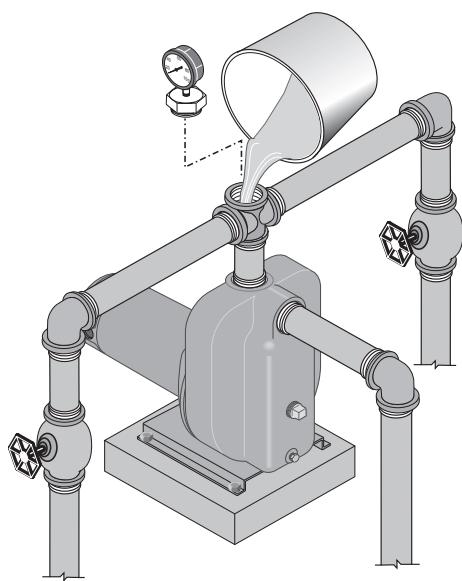

FIGURA 9 - QUITE EL TAPÓN DE CEBADO Y LLENE LA BOMBA ANTES DE COMENZAR
2. Quite el tapón de cebado. Llene la bomba y la tubería de succión con agua (figura 9). NUNCA ponga en funcionamiento la bomba en seco. Poner en funcionamiento la bomba sin agua daña las juntas y puede derretir el impulsor y difusor. Asegúrese de que la descarga (válvula, boquilla de manguera de agarre de pistola, etc.) esté abierta cuando la bomba esté en funcionamiento.